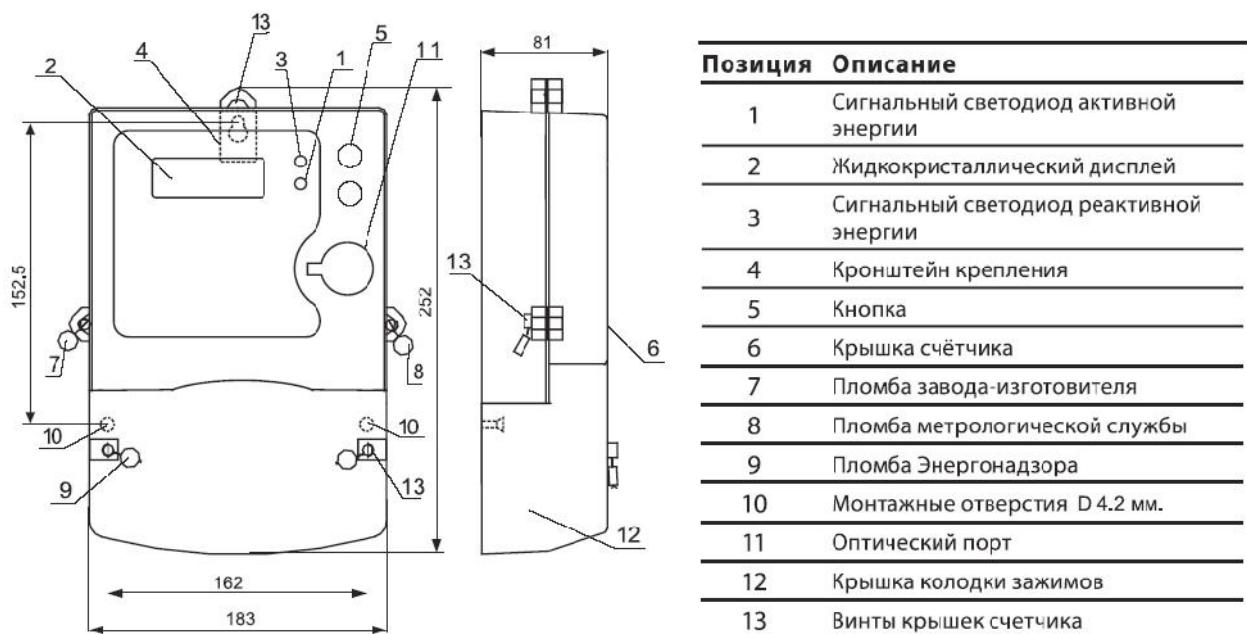

Рис. 3.1 Внешний вид, габаритные размеры и места установки пломб.
Счётчик помещён в корпус, показанный на рис. 3.1. Корпус представляет собой прямоугольную пластмассовую коробку. Коробка имеет трехпозиционный кронштейн крепления счётчика.
Счётчик крепится вертикально. Для крепления счётчика используются его кронштейн крепления (4) и два монтажных отверстия (10), расположенных под крышкой колодки зажимов (согласно рис. 3.1).
Примечание. Кронштейн счётчика может быть выдвинут за пределы коробки для более удобного использования, либо находиться в пределах коробки для затруднения доступа к месту крепления счётчика и большей безопасности. В связи с этим имеется три установочных размера, указанных на рис. 3.1.
Перед установкой винты крышки колодки зажимов необходимо открутить и крышку снять. Затем, на панели, предназначенной для установки счётчика, необходимо в соответствующих местах (согласно рис. 3.1) просверлить отверстия диаметром 6.2 мм, и прикрепить счётчик к панели винтами и гайками, входящими в комплект поставки счётчика.